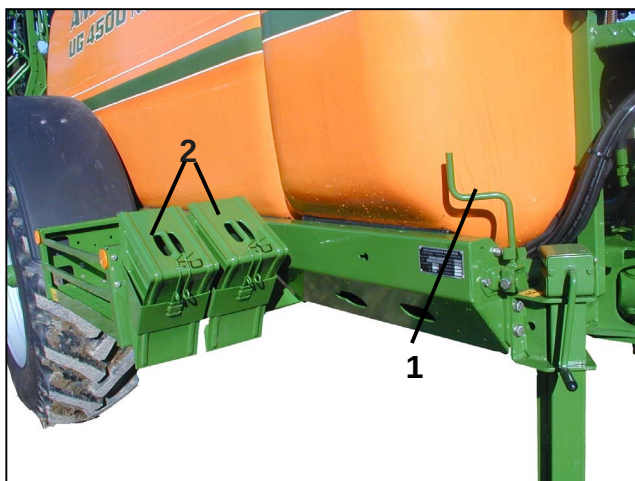

Bild 5.8
- Lossa parkeringsbromsen (bild 5.8/1):